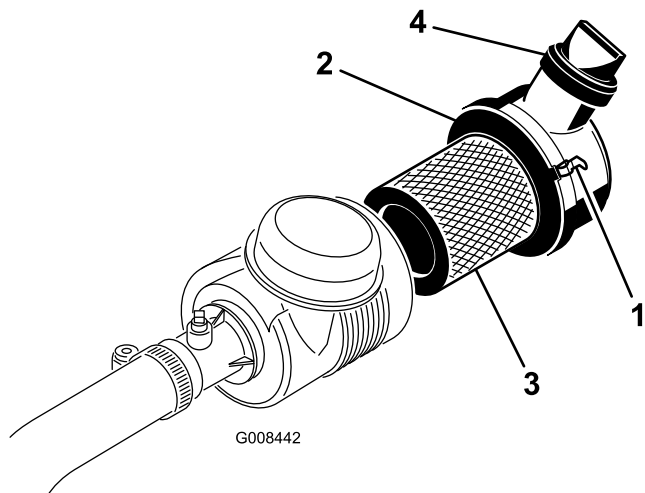

図 37
1. エアクリーナのカバーをボディに固定しているラッチを外す(図 37)。
6. カバーを取り付け、ラッチを掛ける (図 37)。